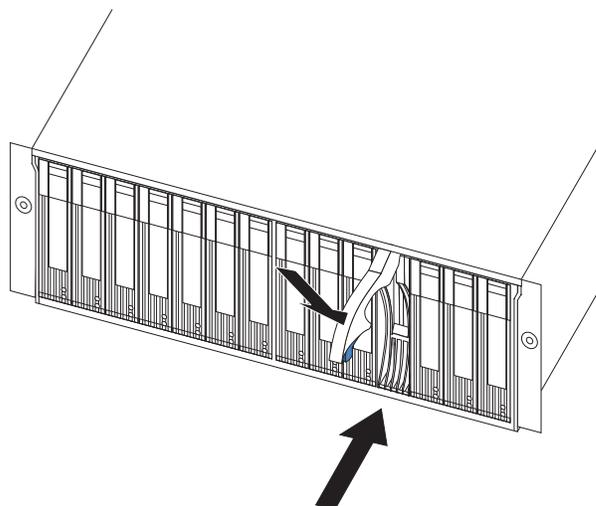

Figura 14. Substituindo as Unidades de Disco Rígido de Troca a Quente
2. Empurre a alça da bandeja para baixo na posição fechada (travada) conforme mostrado na Figura 14 na página 19.